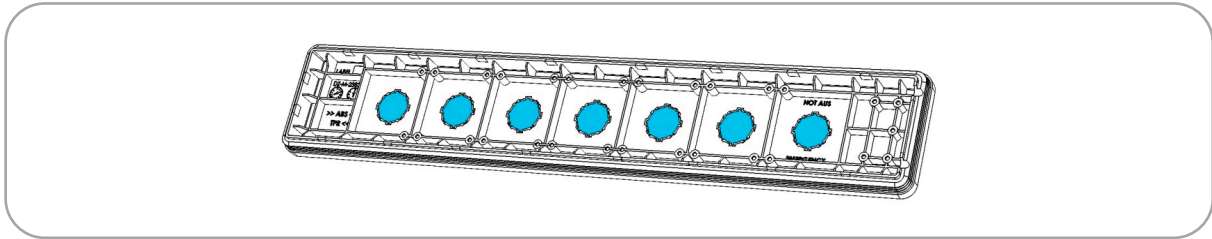

Abbildung 13: Stanzungen Tastenmodul
- ➔ Durchstanzen Sie von hinten in der Frontfolie die \varnothing 22,5 mm Öffnungen, die Sie benötigen, oder schneiden Sie sie aus. Die Öffnungen sind in Abbildung 13 hervorgehoben.